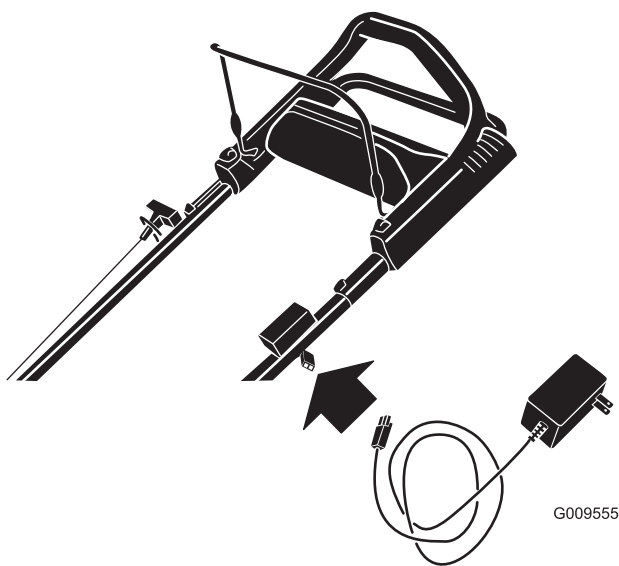

Figure 34
1. Branchez le chargeur au faisceau de câblage de la machine situé sous le bouton de démarrage électrique (Figure 34).